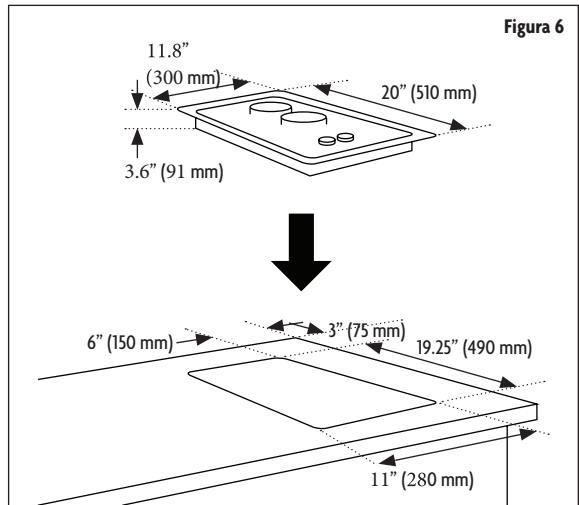

Figura 6
2. Corte la abertura en la encimera. Para asegurar precisión, lo mejor es hacer una plantilla para la abertura. Asegúrese de que los lados estén paralelos y también que los cortes del frente y los posteriores estén exactamente perpendicular a los lados. Tenga en cuenta todas las distancias mínimas. (Consulte la Figura 6).
5. Después de que el aislante sea instalado, coloque la placa de cocina en la encimera. (Consulte la Figura 6).